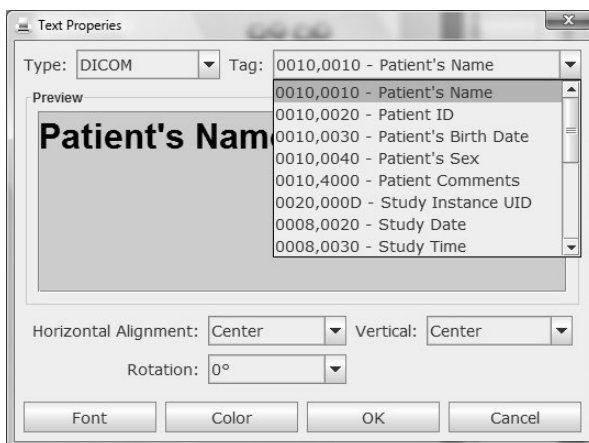

Рисунок 12. Окно настройки свойств - вариант DICOM.
- **DICOM** — позволяет выбрать поле DICOM в выпадающем списке **Tag** (см. рис. 12).